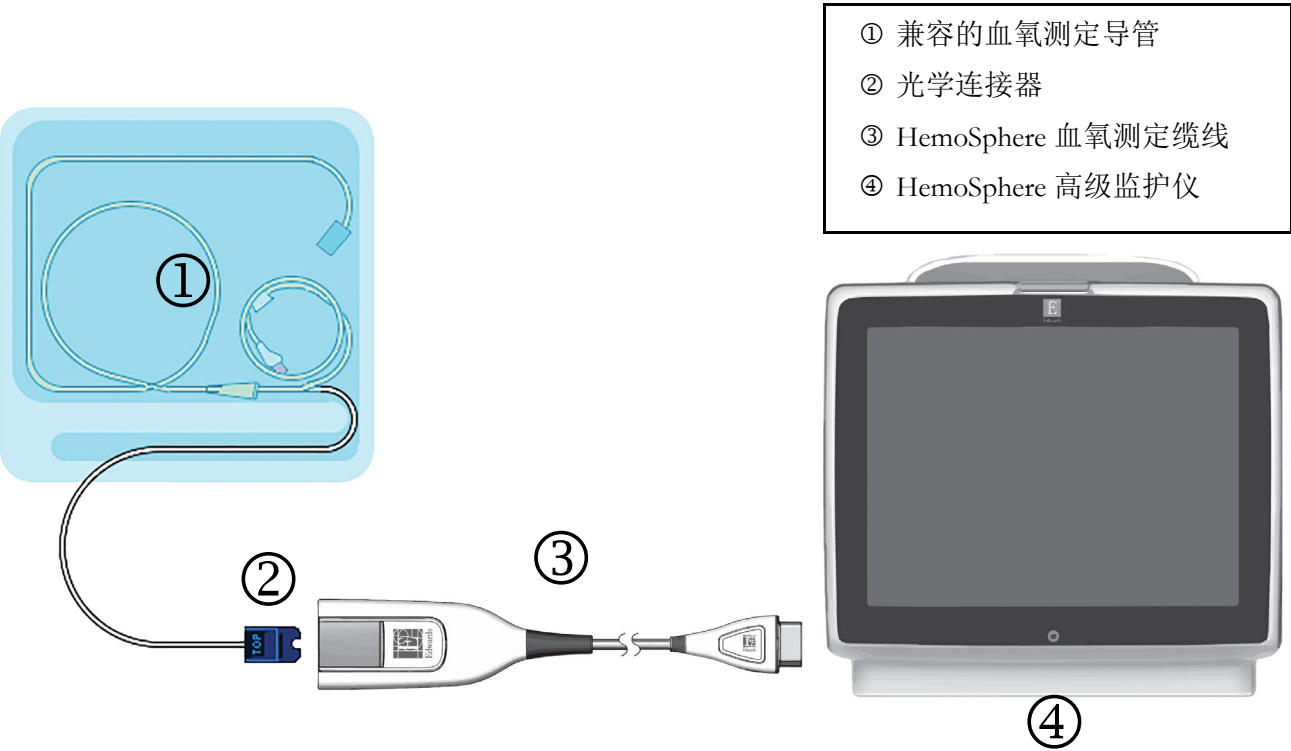

图 11-1 静脉血氧测定连接概述
**注释** 图 11-1 中所示的导管外观仅仅是作为示例。实际外观可能会因导管型号而有所不同。